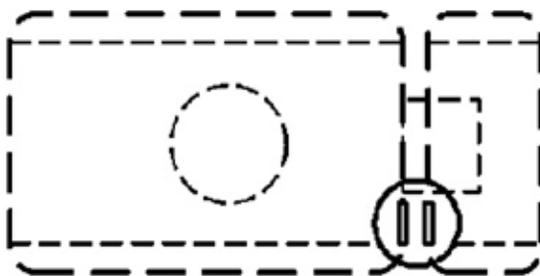

Fig. 4
**IMPORTANT:** Bien s'assurer que l'aimant de reconnaissance de la gâche est en vis à vis du contact du motoverrou (voir fig. 4)